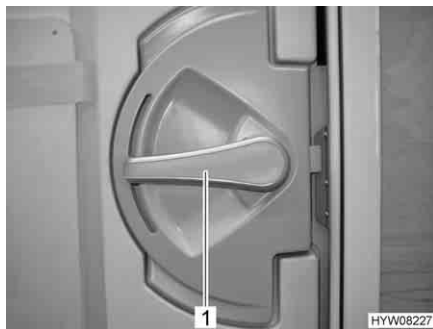

Bild 25 Dörrlås, ingångsdörr, insida
- Öppna:** ■ Tryck ner dörrhandtaget (Bild 25,1).
- Låsa:** ■ Vrid dörrhandtaget (Bild 25,1) ca 45° uppåt och låt det vara kvar i det läget.